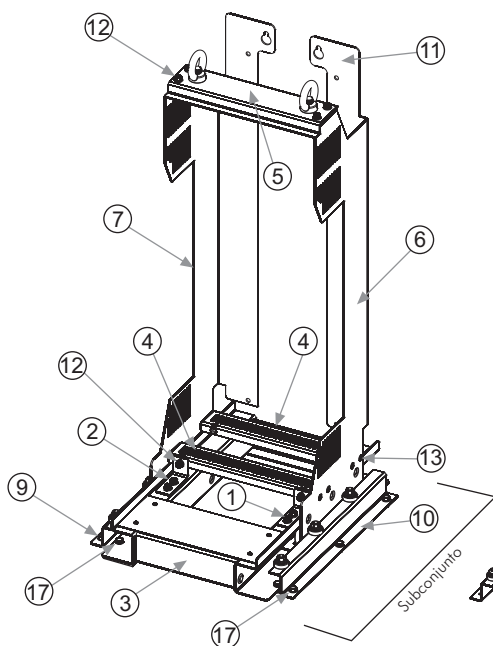
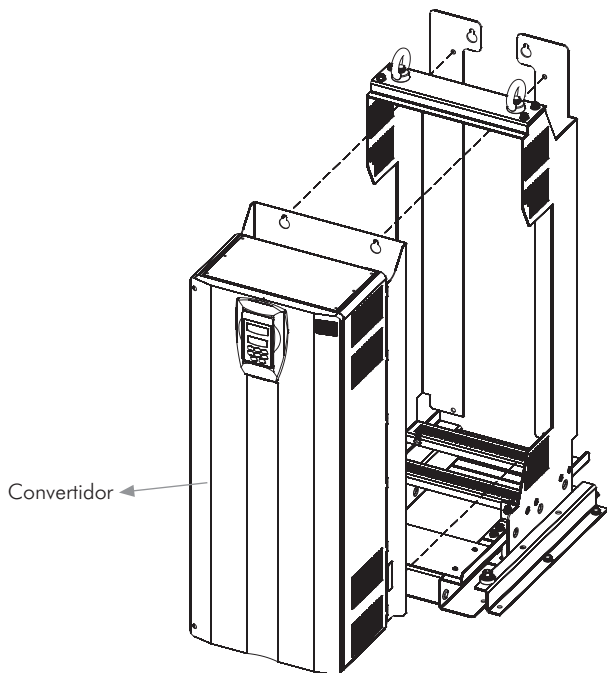

Figura 1: Conjunto de montaje del Kit KME - Tamaño 7
Figura 3: Fijación del convertidor al Kit KME - Tamaño 7
- Paso 1** Fije con los tornillos M6x20mm (13) o guía del convertidor izquierdo (6) y o guía del convertidor derecho (7) a los limitadores de precursor (4), figura 1;
- Paso 2** Fije con los tornillos M8x20mm (12) o soporte de los carcamos (5) al guía del convertidor izquierdo (6) y al guía del convertidor derecho (7);
- Paso 3** Encaje o subconjunto 01 guía del convertidor al subconjunto 02 de la base guía para rodamientos (3);
- Paso 4** Fije con los tornillos M8x20mm (12) o soporte izquierdo (1) y o soporte derecho (2) en la base guía para rodamientos (3);
- Paso 5** Fije con los tornillos M8x20mm (12) o limitador de precursor (4) al soporte izquierdo (1) y al soporte derecho (2);
- Paso 6** Fije su convertidor del tamaño 7 al Kit KME como la figura 3;
- Paso 10** Fije con los tornillos M8x 1,25X16 (17) o soporte de apoyo lateral derecho (9) y o soporte de apoyo lateral izquierdo (10) en la base de fijación (A), figura 1 y 4.